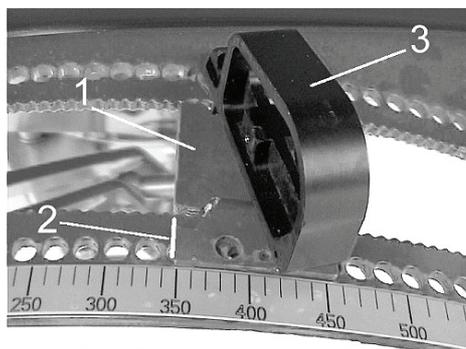
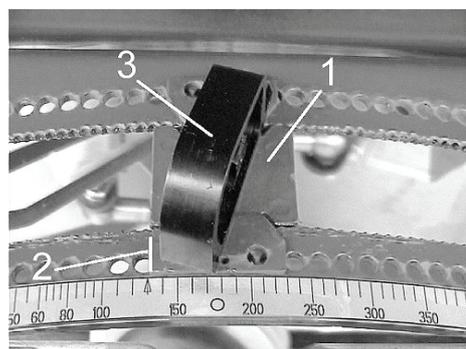

Рисунок 1 Регулировка дозирующей заслонки 350
Рисунок 2 Регулировка дозирующей заслонки 130
При смещении упора на одно отверстие упор смещается на две позиции. Если смещение производится только для одного положения, ручку (3) необходимо повернуть до упора и зафиксировать в смещенных отверстиях (см. рис. 1 и рис. 2).